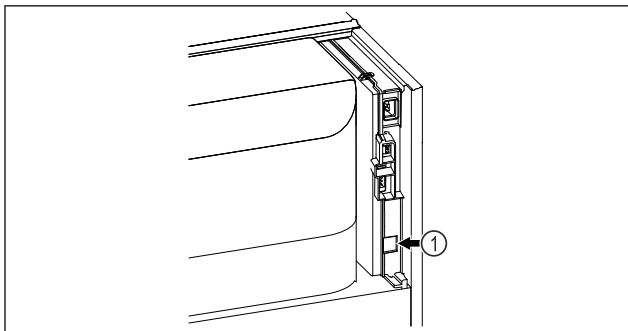

Fig. 83
- ❑ Założono SmartModule *Fig. 83 (1)*.